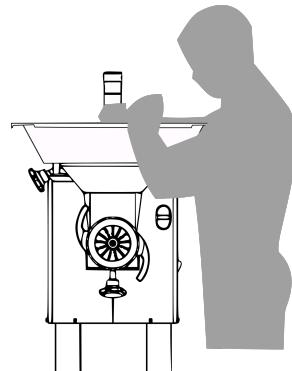

FIG. 3 POSICIÓN DE TRABAJO
- 1.- Antes de comenzar, posiciónese correctamente en uno de los lados del molino (Ver Fig. 3).
- 3.- Ponga el producto a moler sobre la charola (2).
- 4.- Alimente manualmente sobre la entrada del cabezal (13).
- 5.- Use el empujador (1) para introducir el producto sin forzar la entrada de éste.